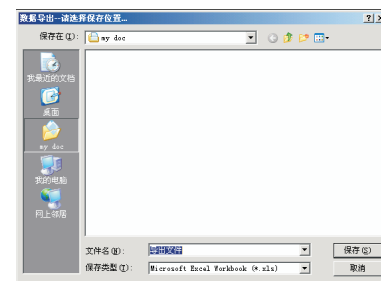

图23
- ④导出测试数据：将指定测试结果内的数据导出为其他文本类型的文件；（图23）